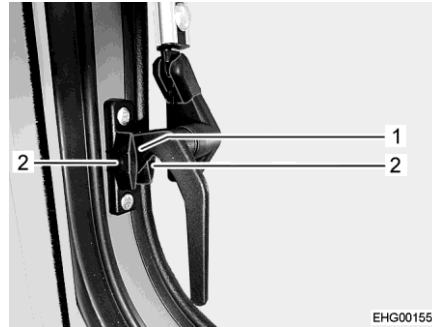

Fig. 52 Leva di serraggio, laterale (posizione "Aerazione continua")
- Ruotare le leve di serraggio laterali di un quarto di giro verso il basso. Nel mentre, inserire il nasello di chiusura (Fig. 52,1) tra le due metà del blocchetto di bloccaggio.